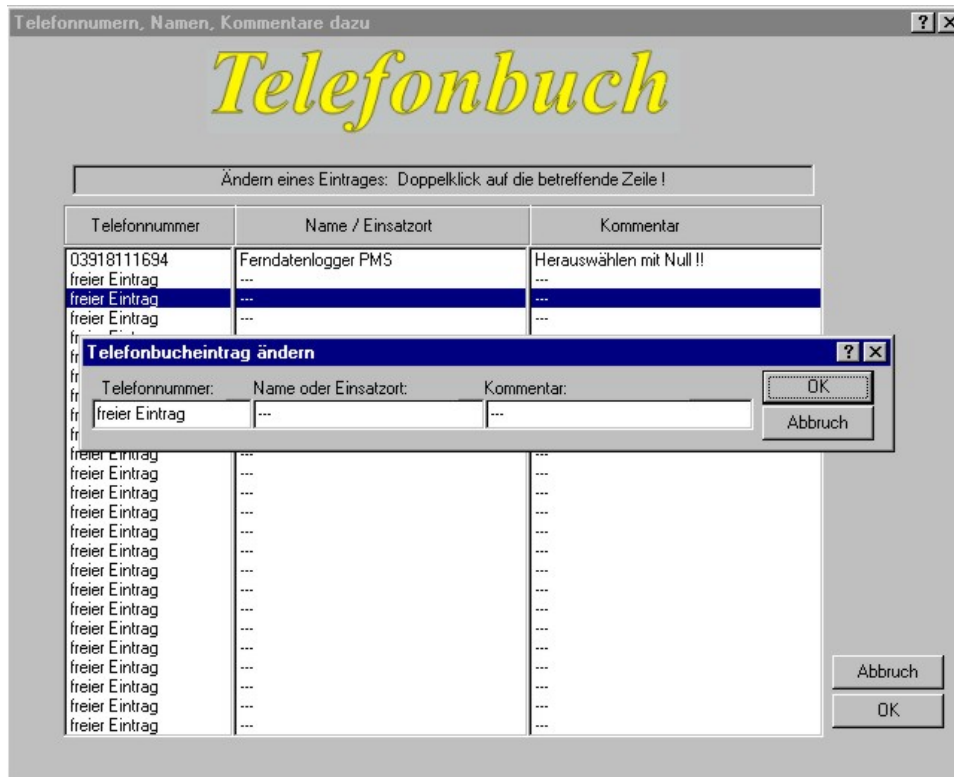

Abbildung 16 Telefonbuchmenü, das Änderungs Menü wurde bereits mit Doppelklick auf den betreffenden Telefonbucheintrag geöffnet
- Klick auf die Taste Telefonbuch – das Telefonbuchmenü erscheint (Abbildung 16)